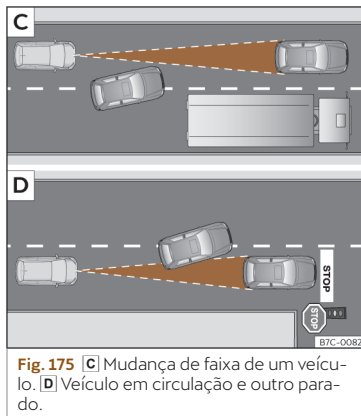

Fig. 175 C) Mudança de faixa de um veículo. D) Veículo em circulação e outro parado.
- Veículos que mudem para a faixa na qual circula a pouca distância do veículo »» Fig. 175 C).
»» Fig. 175 [D].